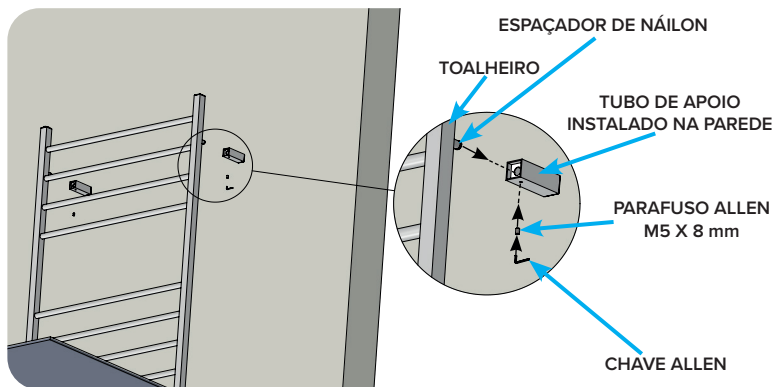

Figura 26 – Instalação do Toalheiro na parede
**9.** INSTALAR o Toalheiro na parede, alinhando os 2 (dois) Espaçadores de Náilon superiores com os 2 (dois) Tubos de Apoio instalados na parede. INSTALAR os Parafusos Allen M5 x 8 mm e APERTAR com adequadamente com a Chave Allen 2 mm (Figura 26);